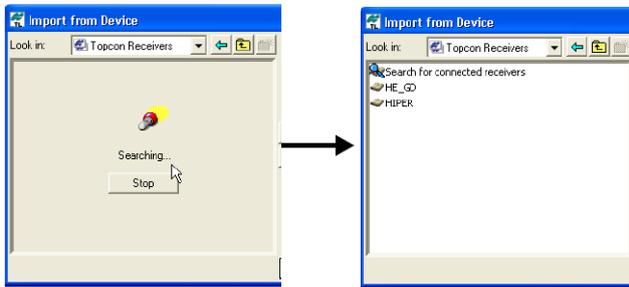

Figura 5-6. Ricerca dei ricevitori Topcon
4. Il programma ricerca automaticamente i ricevitori Topcon collegati alle porte del computer (COM e USB). Al termine, verranno visualizzati tutti i ricevitori collegati alle porte del computer (Figura 5-6).